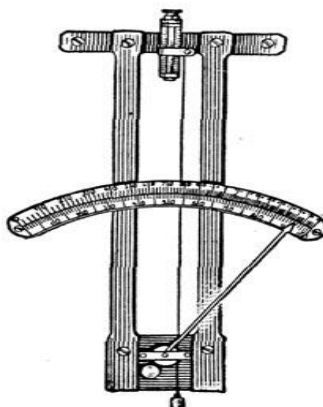

Рисунок 8 – Схема устройства волосяного гигрометра
Волосяной гигрометр состоит из обезжиренного человеческого волоса, один конец которого закреплен на стойке. А другой перекинут через небольшой блок (рисунок 8). Для сохранения постоянного натяжения волоса к его свободному концу прикрепляют небольшой груз. Действие волосяного гигрометра основано на свойстве обезжиренного человеческого волоса и некоторых органических пленок изменять свою длину в зависимости от относительной влажности воздуха.
2. Ознакомьтесь с устройством волосяного гигрометра (рисунок 8). Опишите принцип действия.